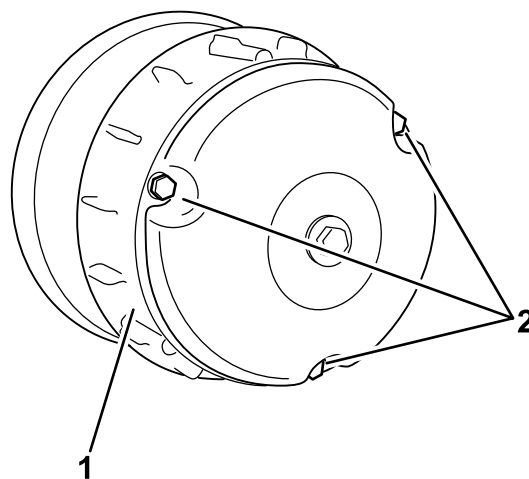

图 60
2. 拧掉将离合器盖固定到离合器的 3 个螺栓取下盖子 图 60。
4. 安装离合器盖使用在 2 中卸下的 3 个螺栓 图 60 固定。